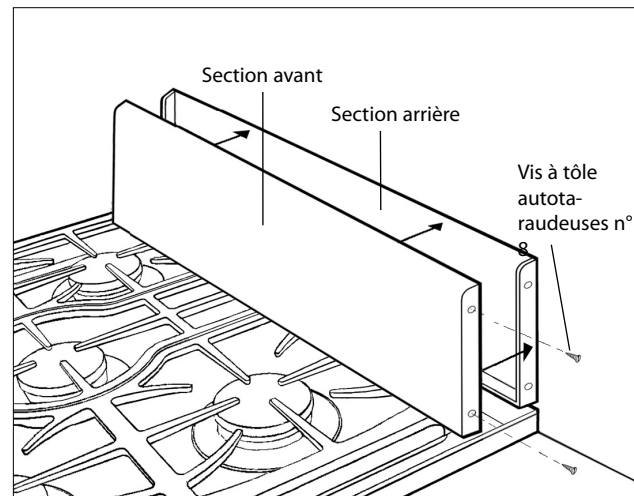

Fig.02
3. Fixez la section avant du dosseret à la section arrière à l'aide des vis à tôle autotaraudeuses n° 8 fournies (fig. 02).